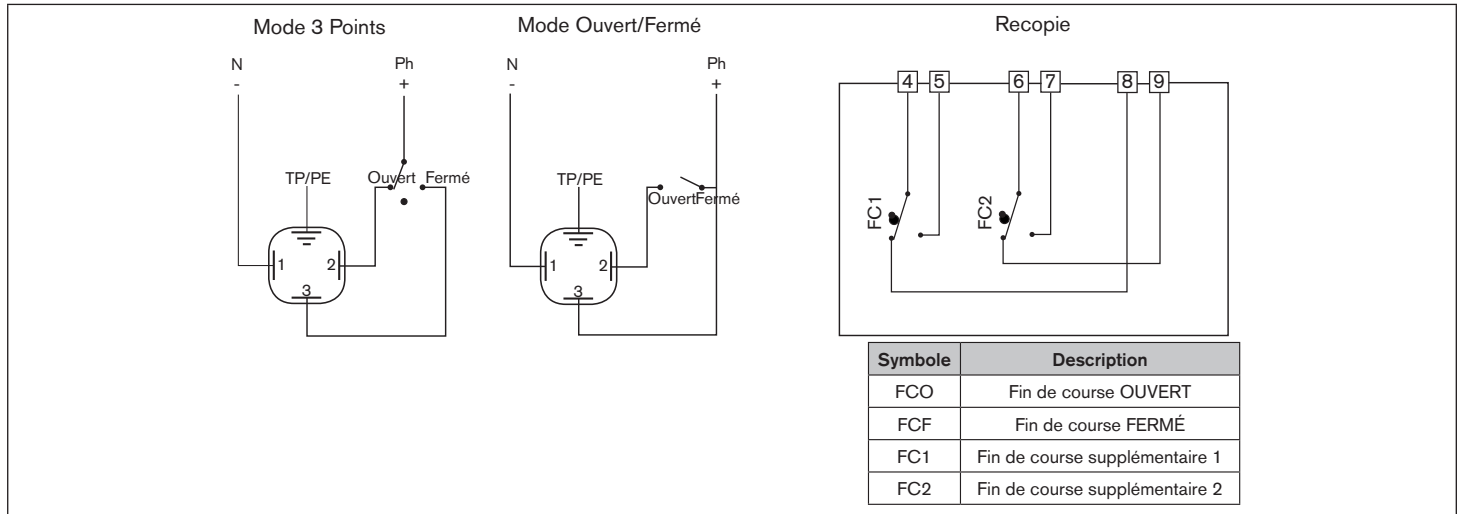
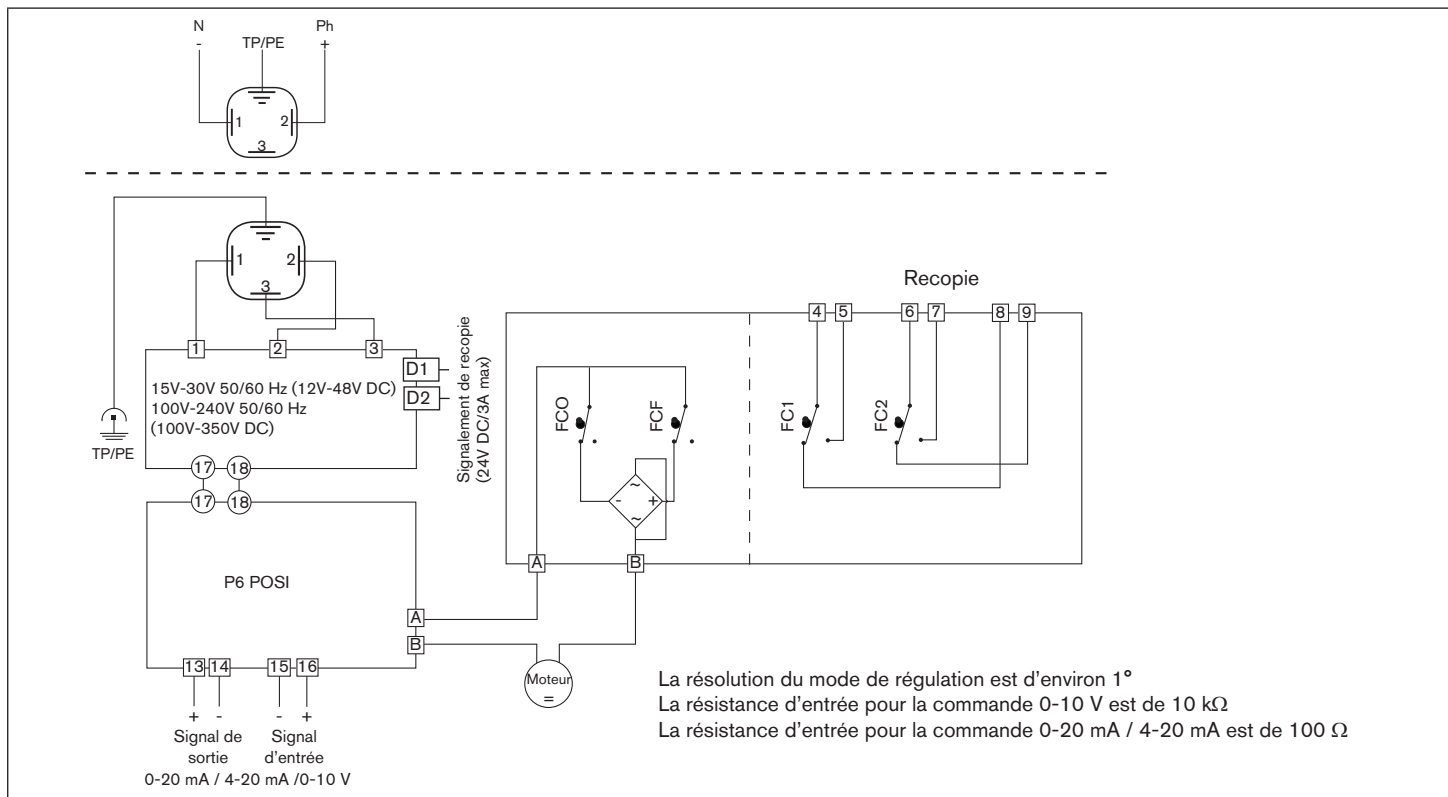

Fig. 2 : Version Ouverture/Fermeture
Fig. 3 : Version avec entrée de signal analogique
- Raccordez les fins de course (FC1 et FC2) suivant le schéma de câblage (voir « Fig. 2 » et « Fig. 3 »).